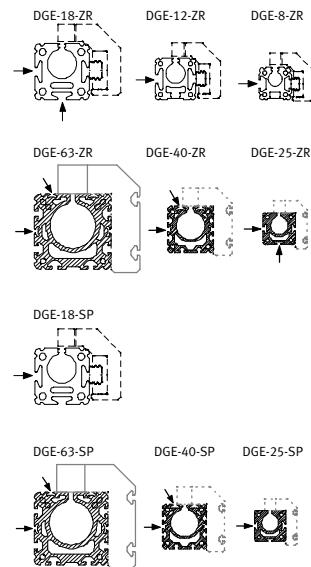

Fig. 37
- Utiliser les rainures selon la fig. 37.